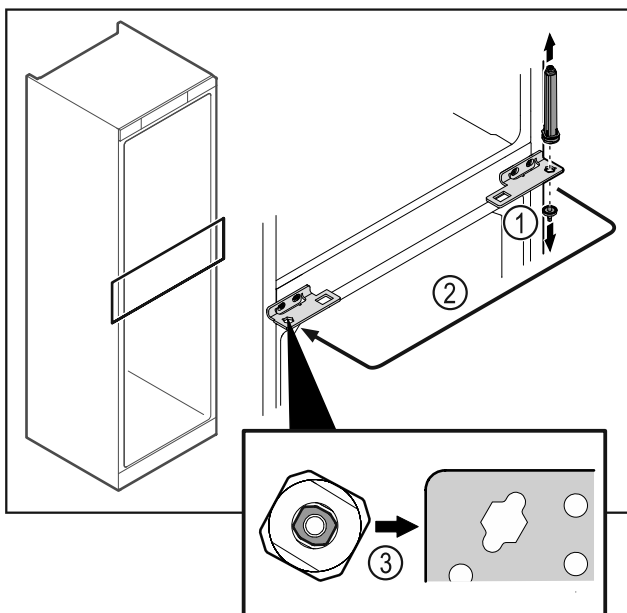

Fig. 43
- ▶ Открутите шарнирный палец Fig. 43 (1).
- ▶ Переставьте систему закрытия двери Fig. 43 (2).
- ▶ Проследите за тем, чтобы при установке скос пальца Fig. 43 (3) указывал в направлении круглого отверстия.